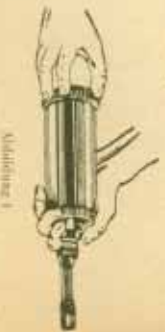

Abbildung 2
2. Presse luftdicht abdrehen. Dadurch stößt sich das Fett in das Pressenauge und fällt dieses etwas zu. Das geringe Quantum Fett, welches nicht mehr in die Presse vollständig zu fließen, noch fehlt, kann mittels eines Holzspachtels nachgefüllt werden (Abbildung 2).